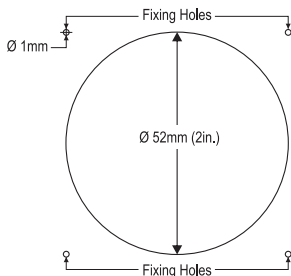

Fig.1
- Bohrschablone an in die gewünschte Montageposition kleben (siehe Abb. 1)